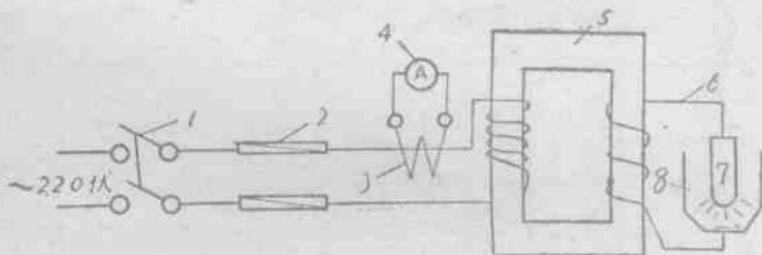

图1 供电系统示意图
- 附图1 化铁罐总图
錦州鐵合金厂的四十仟伏安簡易電爐的供電系統非常簡單。如图1所示：電流通過刀形开关由220伏或380伏电压向爐